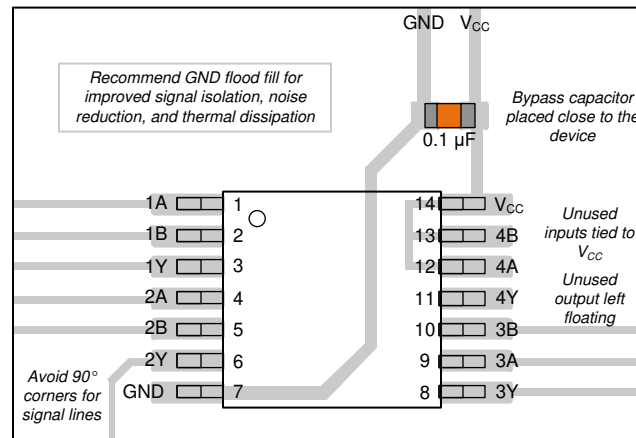

図 8-3. SN74LVC132A のレイアウト例
1. V_{CC} と GND の間にデカップリング コンデンサを追加します。このコンデンサは、物理的にデバイスの近く、かつ V_{CC} ピンと GND ピンの両方に電氣的に近づけて配置する必要があります。レイアウト例を 図 8-3 に示します。
電源には、「**推奨動作条件**」に記載された電源電圧定格の最小値と最大値の間の任意の電圧を使用できます。電力障害を防止するため、各 V_{CC} 端子にバイパス コンデンサを配置する必要があります。このデバイスには $0.1\mu F$ のコンデンサを推奨します。複数のバイパス コンデンサを並列に配置して、異なる周波数のノイズを除去することが許容されます。一般的に、 $0.1\mu F$ と $1\mu F$ のコンデンサは並列に使用されます。図 8-3 に示すように、バイパス コンデンサを電源端子のできるだけ近くに配置すると最適な結果が得られます。